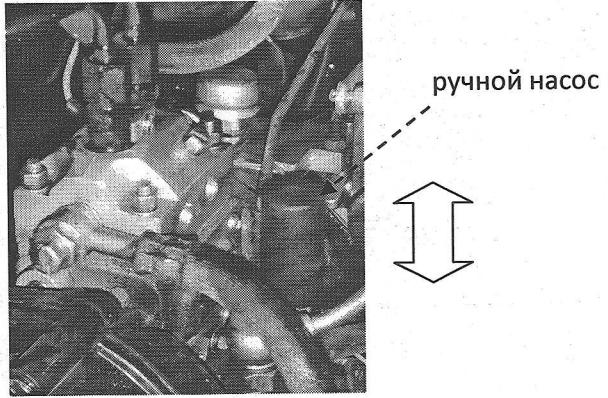
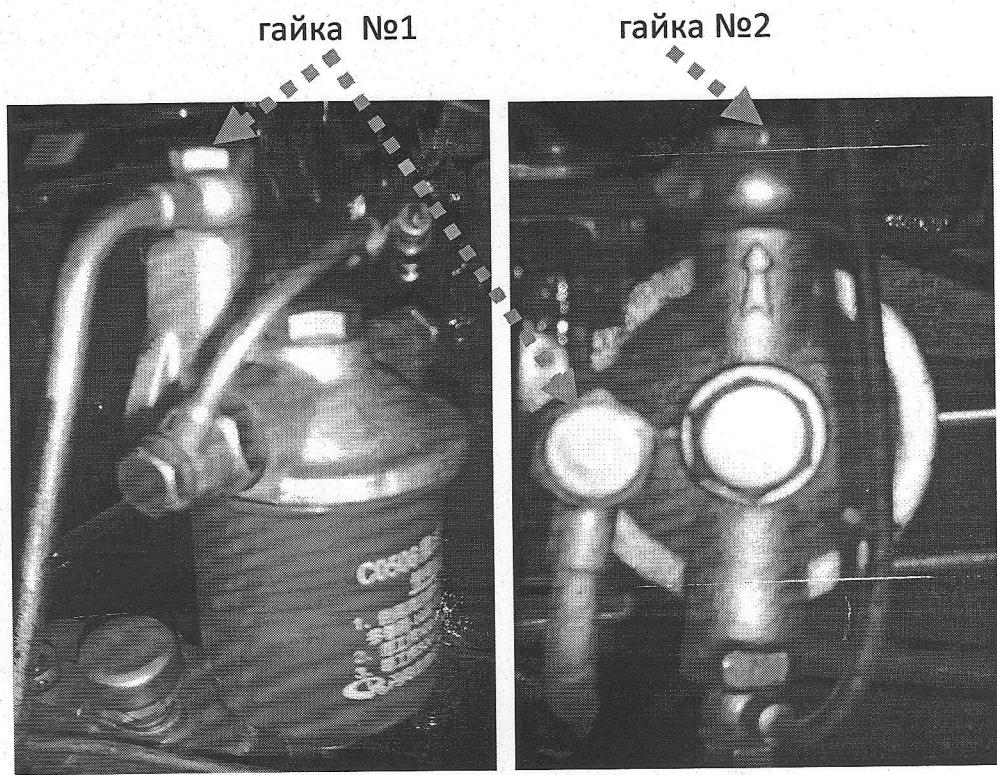

Рис. 2. ТНВД
Рис.8. Топливный фильтр.
- 6.) Ручным насосом ТНВД закачать топливо в цилиндры (рис.2).
- b) Открутите гайку №1, соединяющую топливную трубку и топливный фильтр (рис.8). Выпустите воздух, используя ручной насос ТНВД (рис.2). Топливо из этой трубки должно течь ровной струей. Закрутите гайку.
- c) Открутите гайку №2, соединяющую топливный фильтр и топливную трубку (рис.8). Выпустите воздух. Топливо из фильтра должно течь ровной струей. При необходимости прочистите или замените фильтр. Закрутите гайку.